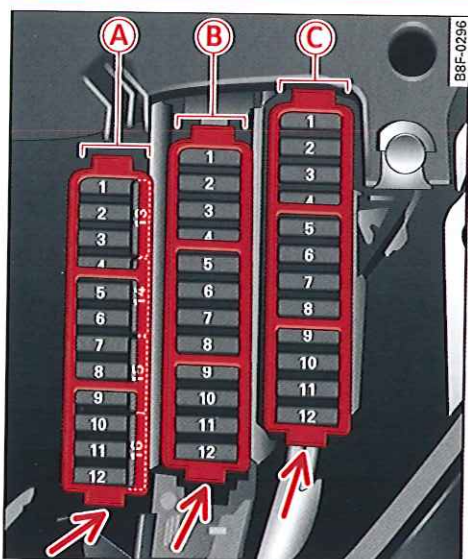

Fig. 235 Poste de conduite gauche : porte-fusibles avec étrier en plastique
- ▶ Retirer le cas échéant l'étrier en plastique de couleur du porte-fusibles ⇒ page 238, fig. 235. L'étrier en plastique peut ensuite être mis au rebut.